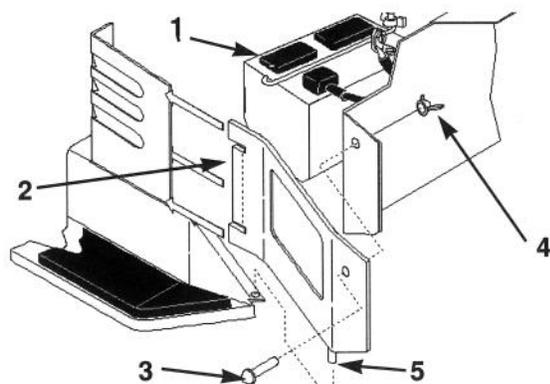

Figure 34
3. Déposer les panneaux latéraux pour avoir plus de place au moment de la dépose de la batterie (Fig. 34). Enlever les écrous papillons et les vis, puis soulever pour dégager la goupille et ôter les languettes du panneau de la console de direction.
7. Installer la batterie dans le châssis (Fig. 34).